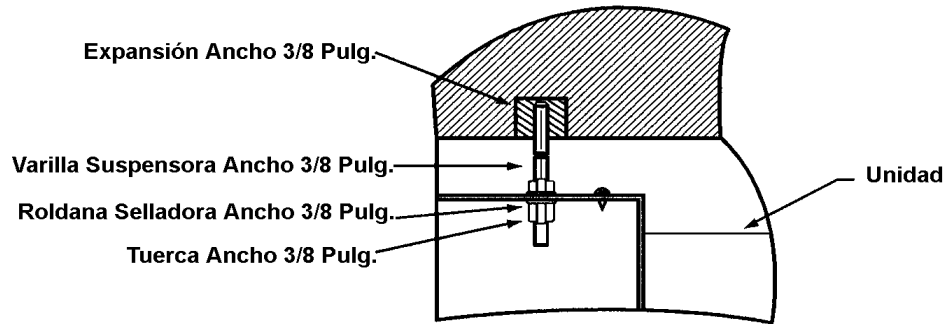
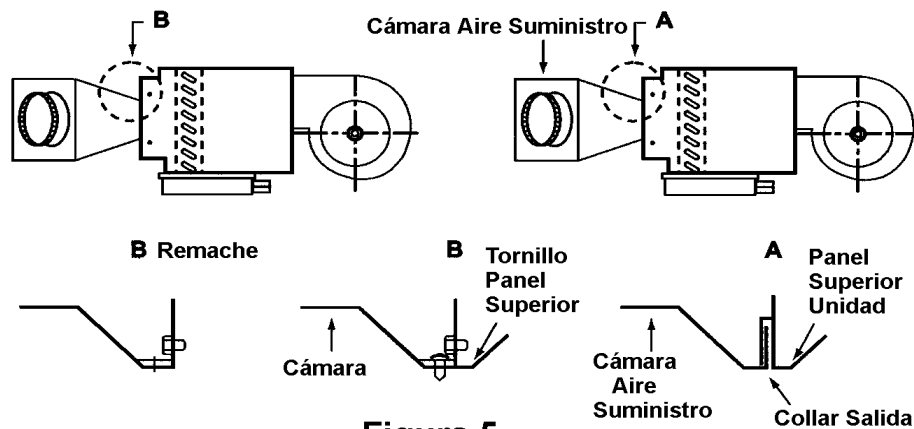

Figura 4
Figura 5
3. Cuelgue la unidad desde un techo sólido y nivelado. En cimentación inestable, podrían producirse vibraciones o fugas. Ver Figura 4. Para la instalación correcta de la ductería, véase Figura 5.